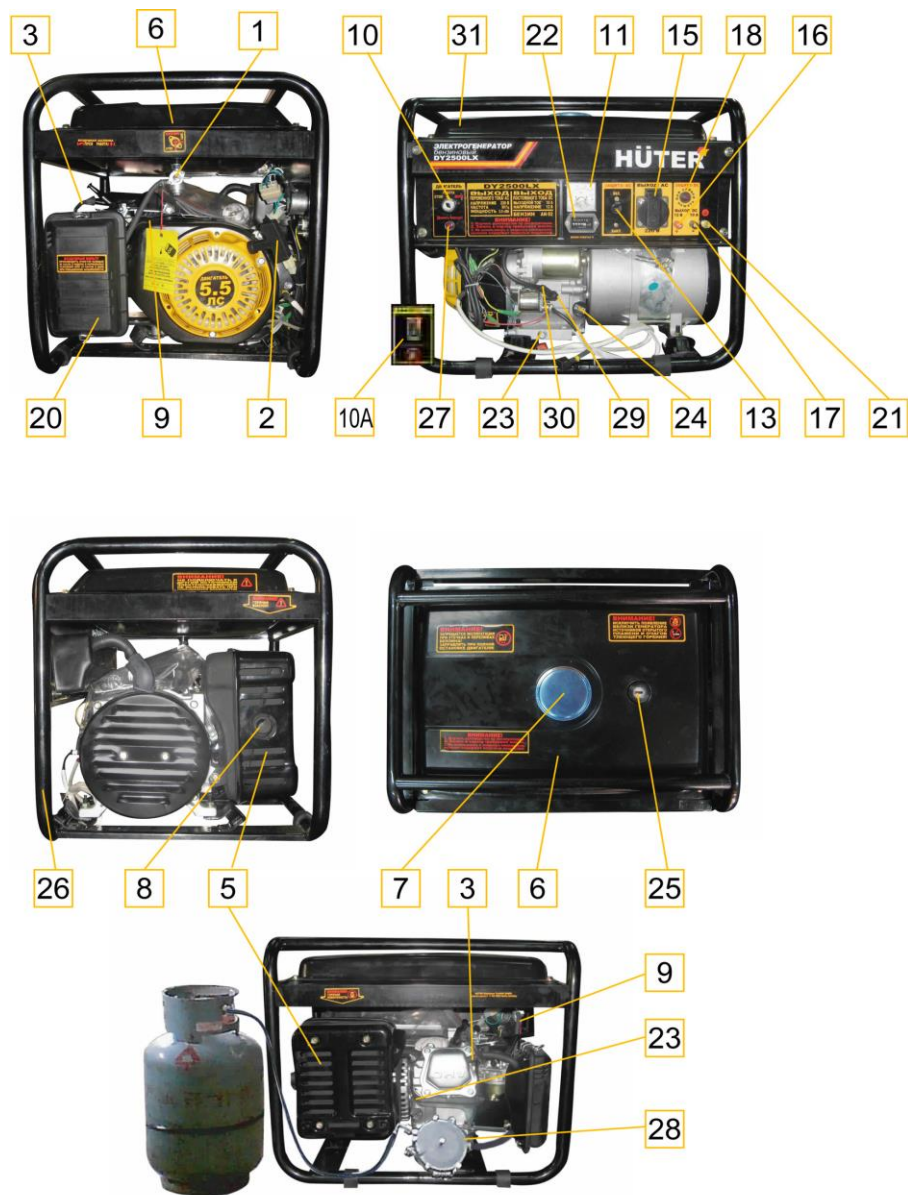

Рис. 1.
4.1. Перечень составных частей изделия (рис. 1).
5.3.1. Вывинтить шуп поз. 24 (рис. 1) и залить в картер масло соответствующего типа (таблица 2 п. 8) до нижнего края горловины. Вставить чистый сухой шуп в горловину картера и вынуть его. Проверить уровень масла: граница смоченной области шупа должна располагаться между отметками минимального и максимального уровней.
При установке генератора следует подключить к резьбовой клемме поз. 21 (рис. 1) проводник заземляющего устройства, удовлетворяющего требованиям раздела 10: «Обеспечение требований безопасности».
5.5.1. В качестве топлива используется бензин марки АИ-92, а также бытовой сжиженный баллонный газ: пропан и пропан бутан, в случае установки газовой системы питания поз. 28 (рис. 1), см. также рис. 11.
5.6.1. Отключить все потребители переменного тока от генератора, переведя рычаг автоматического выключателя поз. 13 (рис. 1) в отключенное положение «0», отсоединить потребители постоянного тока от клемм поз. 16, 17 (рис. 1).
5.6.2. При использовании бензина открыть топливный кран поз. 1 (рис. 1) при закрытом вентиле газового баллона, см. также рис. 3, или открыть вентиль газового баллона при закрытом топливном кране поз. 1 (рис. 1) в случае использования газа.
5.6.3. При использовании бензина перевести рычаг управления воздушной заслонкой поз. 9 (рис. 1) в крайнее левое положение при пуске холодного двигателя и в промежуточное положение при пуске прогретого двигателя. При использовании газа нажать на несколько секунд кнопку в центре регулятора поз. 1 (рис. 11) для заполнения впускной трубы газом, затем отпустить кнопку.
5.6.4. Перевести выключатель двигателя поз. 10 (рис. 1) в отключенное положение «0».
5.6.5. Плавно вытянуть до упора трос ручного стартера за ручку поз. 2 (рис. 1) и вернуть в исходное положение см. также рис. 2.
5.6.6. Перевести выключатель двигателя поз. 10 (рис. 1) во включенное положение «1».
Включение электрического стартера производится поворотом ключа выключателя поз.10 (рис.1) в крайнее правое положение «пуск». Сразу после пуска двигателя отпустить ключ для обеспечения его самовозврата в среднее поло-
жение. При срабатывании защиты поз.31 (рис.1) нажать сброс после остывания автоматического выключателя.
5.6.8. При работе на бензине после прогрева двигателя в течение времени около 10–40 секунд, в зависимости от начальной температуры, перевести рычаг заслонки поз. 9 (рис. 1) в крайнее правое положение, если при этом двигатель работает неустойчиво вернуть рычаг заслонки поз. 9 в прежнее положение и обеспечить завершение прогрева.
5.6.9. Подключить к разъемам генератора потребители, соответствующие требованиям раздела 10: «Обеспечение требований безопасности». Полная (сумма активной и реактивной) мощность всех подключаемых потребителей в стационарном режиме не должна превышать значений номинальной мощности, указанных в Таблице 1 п. 3. Не допускается длительное превышение номинальной мощности более, чем на 10% свыше номинального значения. Включить автоматический выключатель поз. 13 (рис. 1), установив его рычаг управления в положение «1».
5.7.1. При работающем генераторе отключить автоматический выключатель поз. 13 (рис. 1), отсоединить потребители постоянного тока от клемм поз. 16, 17 (рис. 1).
5.7.2. Перевести выключатель двигателя поз. 10 (рис. 1) в отключенное положение «0».
5.7.3. Закрыть топливный кран поз. 1 (рис. 1), см. также рис. 4, закрыть вентиль газового баллона.
6.1. Наличие и величина напряжения переменного тока индицируется и измеряется вольтметром поз. 11 (рис. 1).
6.2. Причиной отсутствия напряжения при работающем генераторе может служить срабатывание автоматических выключателей защиты цепей от перегрузки поз. 13, 18 (рис. 1). В этом случае следует устранить причину перегрузки и нажать кнопку или клавишу сброса соответствующего автоматического выключателя после его остывания.